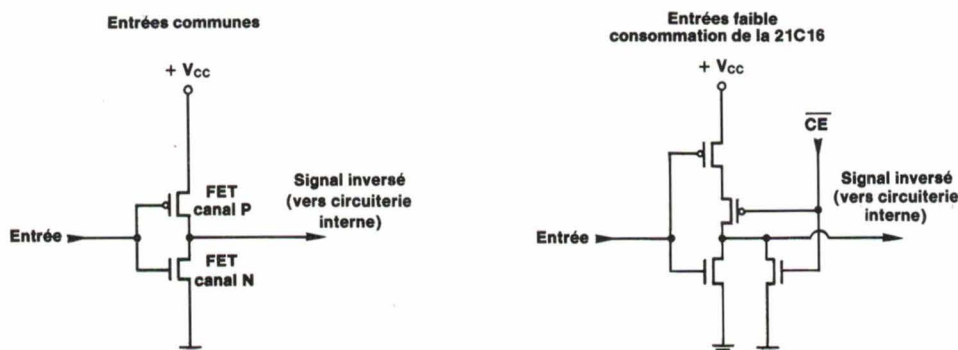

Fig. 1
d'une cellule mémoire à six transistors. Outre la conception de la cellule, plusieurs autres techniques ont été mises en œuvre pour réduire autant que possible la consommation. Par exemple, les circuits périphériques, autour de la zone de mémoire, ont été conçus pour ne consommer du courant que lorsque la RAM est en cours d'utilisation. La broche « chip-enable » (CE) inhibe tous les circuits qui pourraient servir de chemin au courant. Ces circuits sont les décodeurs de rangées et de colonnes, les amplificateurs de détection, le détecteur de transition d'adresse, les circuits de détection de fusibles (utilisés dans le schéma de redondance des rangées). Pour réduire encore la consommation, des portes NOR ont été incorporées à chacune des entrées, sauf sur (CE) qui est la fonction de commande de ces portes. La conception de la 21C16 utilise une structure de portes NOR sur chaque entrée, ce qui évite la consommation en courant lié aux entrées flottantes, en les inhibant avec le signal « chip enable » (CE). Dans une conception dépourvue de ces portes, l'étage d'entrée est un simple inverseur. Si une entrée est flottante, ou polarisée près du seuil de transition logique, l'inverseur consomme une puissance significative parce que les canaux P et N de l'élément d'entrée conduisent simultanément. Ce type d'étage d'entrée est indésirable pour cette raison. Les différentes structures d'étages d'entrées sont illustrées à la figure 1.